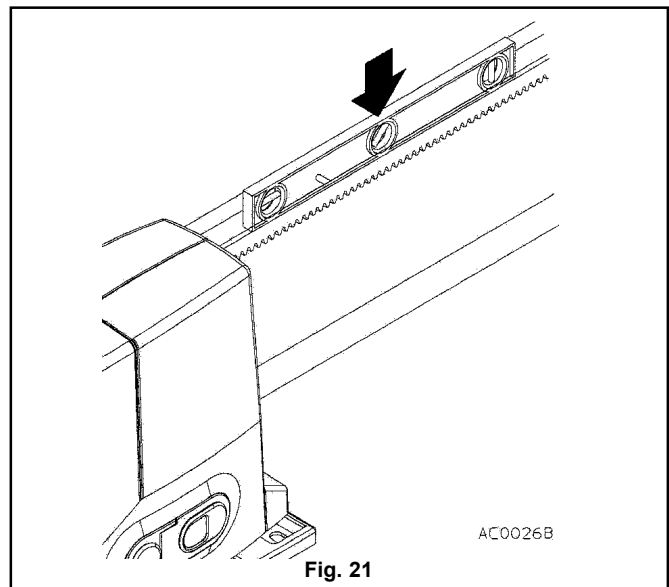

Fig. 21
- g) Verificare che la cremagliera sia in bolla (fig. 21).
- b1) Controllare che la cremagliera sia in bolla (fig. 21) e rettilinea.